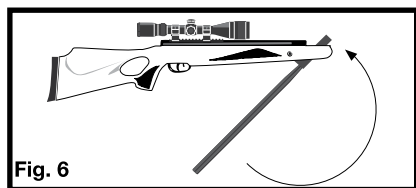

Fig. 6
- Cierre el cañón moviéndolo en el sentido contrario que siguió al abrirlo hasta que quede trabado (Fig. 6).